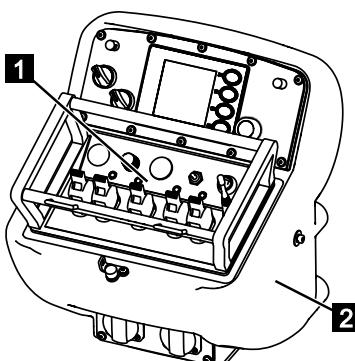

Abb. 137
4. Steuerung (Abb.137/1) in das Steuerpult (Abb.137/2) einstecken.